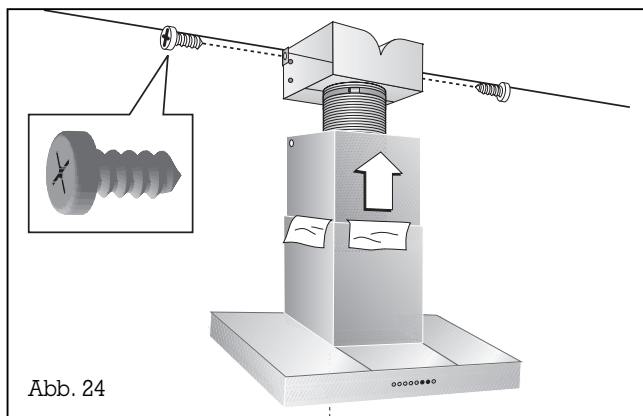

Abb. 24
- Ziehen Sie das Kaminoberteil nach oben in seine endgültige Position und befestigen Sie es mit 2 Schrauben am Deckenhalter (Abb. 24).